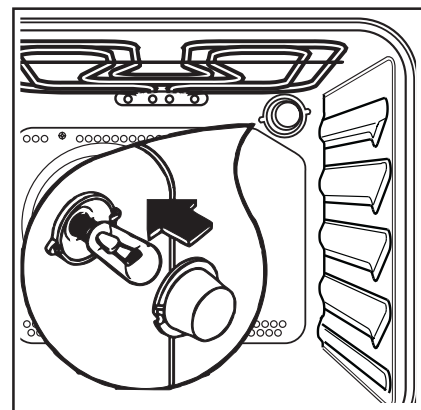

Fig. 15
2. Svitare la protezione in vetro della lampada (Fig. 15).